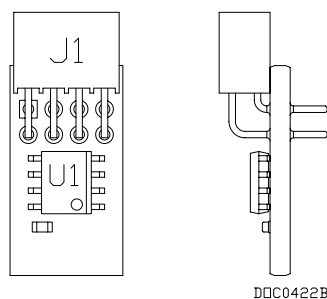
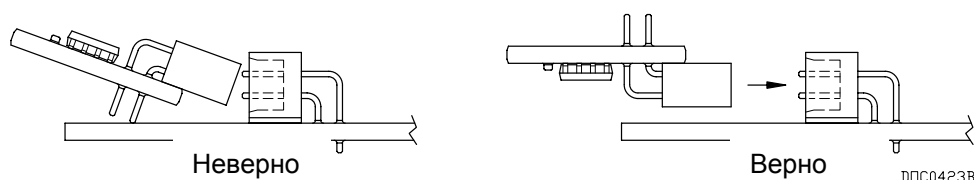

Рис. 3-7. Лицензионный ключ
Рис. 3-8. Установка лицензионного ключа
Термин "лицензионный ключ" относится к физическому устройству (см. *рис. 3-7 и рис. 3-8*) которое может содержать до семи различных программных лицензионных ключей. Устройства DL8000 могут работать без лицензионных ключей, с одним ключом или с двумя ключами. Если извлечь лицензионный ключ после запуска приложения, микропрограмма прерывает выполнение задания. Это позволяет исключить несанкционированный запуск защищенных программ контроллера-дозатора DL8000.
7. Плотно вставьте лицензионный ключ в гнездо (см. *рис. 3-8*).
6. Вставьте лицензионный ключ в соответствующее гнездо (Р4 или Р6) ЦП (см. *рис. 3-8*).